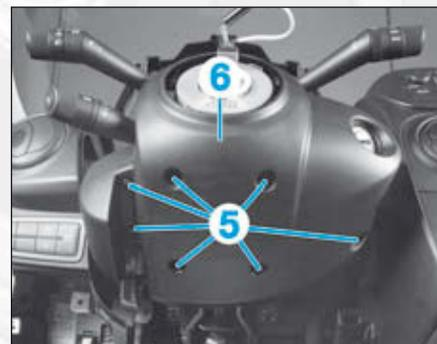

FIG.13
- les vis (5) (Fig.13),
- la garniture inférieure (6) de la colonne de direction,